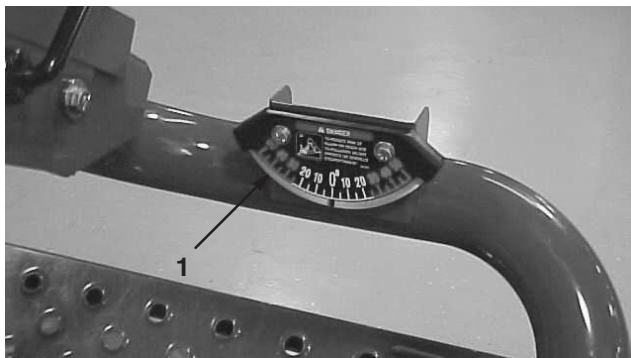

Bild 3
2. Prüfen Sie, ob die Maschine nivelliert ist, indem Sie einen manuellen Neigungsmesser (gehört zum Lieferumfang der Maschine) gegen die Querschiene des Rahmens am Kraftstofftank halten (Bild 3). Aus der Fahrerposition gesehen muss der Neigungsmesser auf Null stehen.